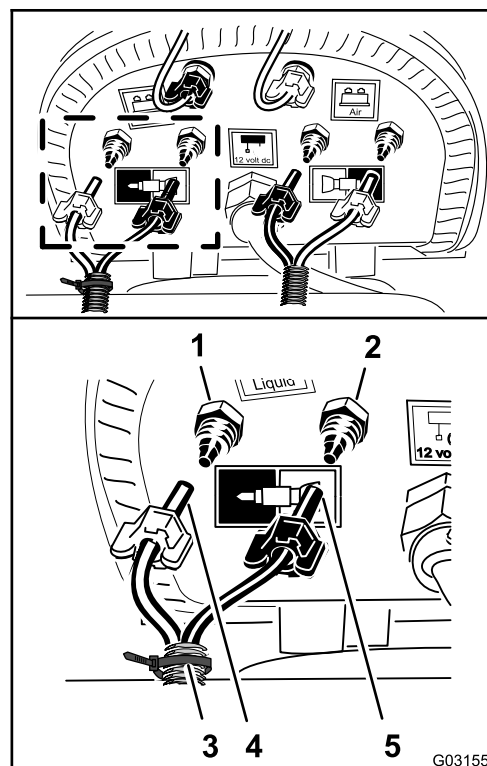

図 213
3. ステップ 1 機体から液体チューブと空気チューブを取り外す (ページ 16) で取り付けしたチューブの取り付けを行う右側ブーム用の青色チューブを右側ブーム用給水部のコンプレッションフィッティングに取り付けてケーブルタイで固定する 図 213。
4. チューブの圧縮ナットをフィッティングに嵌め、ナットを手締めする 図 213。
5. 右側ブーム用の透明チューブを右側ブーム用エア供給部のコンプレッションフィッティングに取り付ける 図 213。
6. チューブの圧縮ナットをフィッティングに嵌め、ナットを手締めする 図 213。